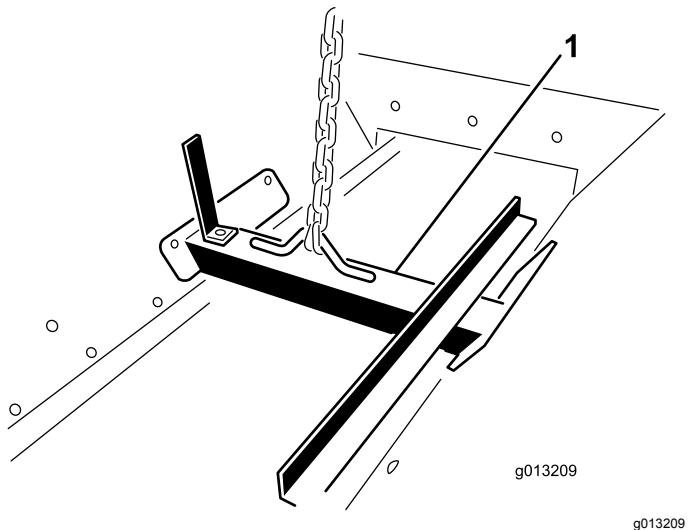

图13
1. 请将提升装置安装到用螺栓固定到料斗组件内的提升支架上 图13。